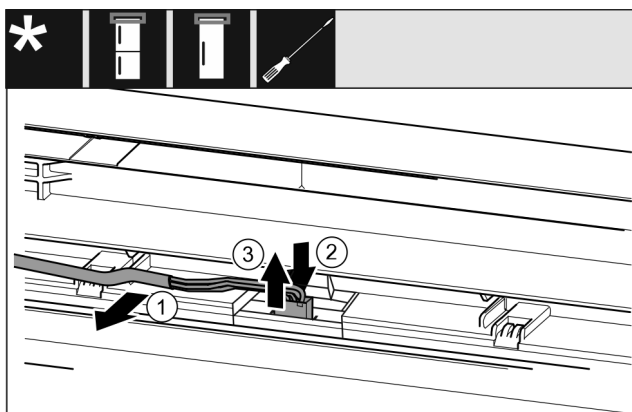

Fig. 20
- ▶ Desprindeți cu precauție cablul gri din ghidaj în ușă. Fig. 20 (1)
- ▶ Apăsăți eclisa din spatele fișei spre înapoi. Fig. 20 (2)
- ▶ Extrageți cu precauție fișa în sus. Fig. 20 (3)